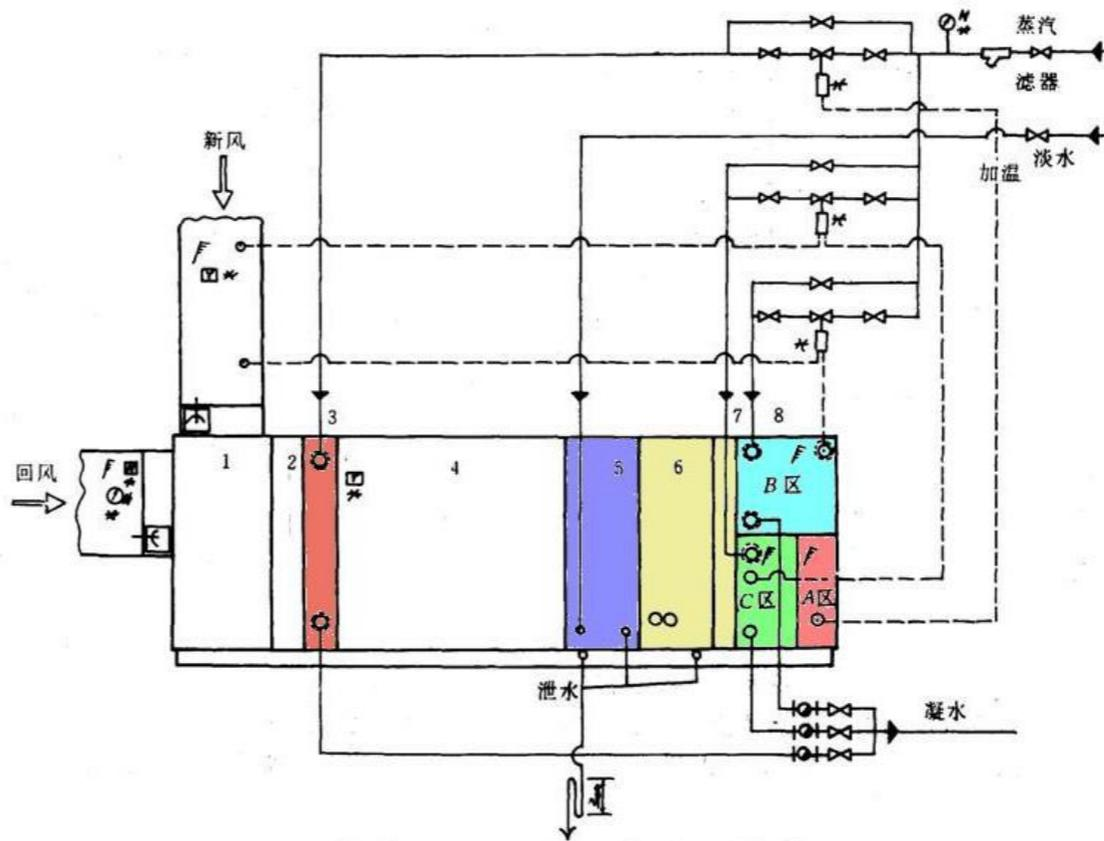

图 12-29 某轮区域再热式单风管空调器
- 图12-29所示为我国某远洋货轮所用区域再热式单风管空调系统，它采用高速送风系统。空调器依次由混合室1、过滤器2、预热器3、风机4、加湿器5、冷却器6、挡水板7和分配室8等组成，分配室分隔为三个部分，其中B区和C区设有空气再热器。